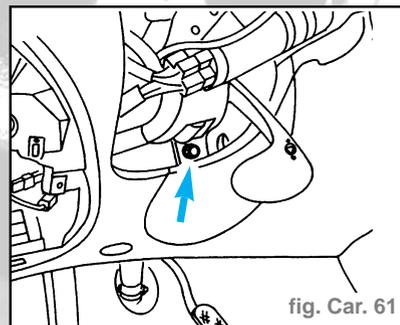

fig. Car. 61
- Dévisser la vis de fixation entre le tableau de bord et la coque (fig. Car. 61).